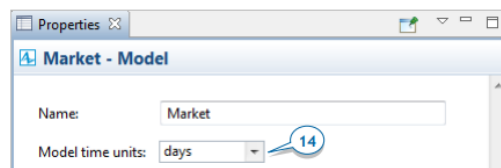

Рисунок 3.15 – Модельні одиниці часу
14. Встановимо одиниці вимірювання часу моделі. Щоб налаштувати параметри моделі, перемикаємося із вкладки «Палітри» на «Проекти», а потім обираємо елемент моделі в дереві (верхній об'єкт дерева, ринок). У вікні *Properties* виберіть дні як одиниці модельного часу (рис. 3.15).